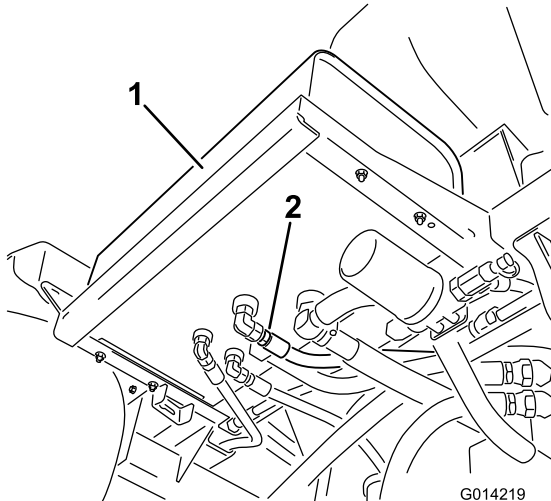

图 93
2. 清洁液压油箱底部的 1 个液压软管接头周围的区域 图 93。
4. 从油箱上拆下软管接头将油排放到盘中 图 93。